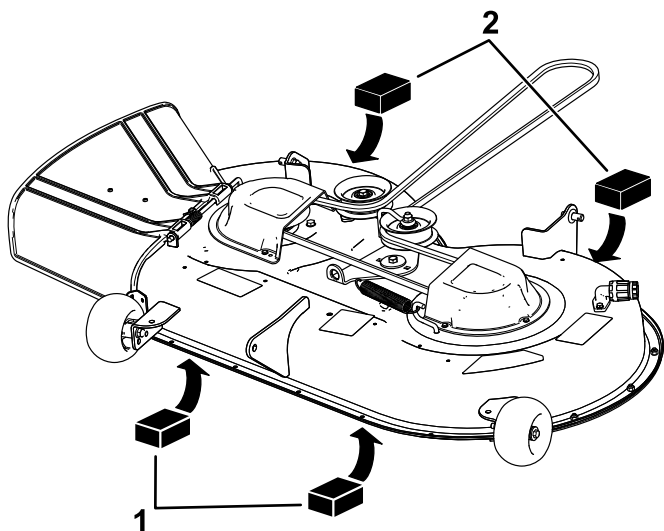

Figura 69
4. Posizionate 2 blocchi ciascuno con uno spessore di 6,6 cm sotto ciascun lato del bordo anteriore del piatto di taglio, ma non sotto le staffe del rullo antistrappo (Figura 69).
5. Posizionate 2 blocchi ciascuno con uno spessore di 7,3 cm sotto il bordo posteriore della falda del piatto di taglio; 1 su ciascun lato del piatto di taglio (Figura 69).